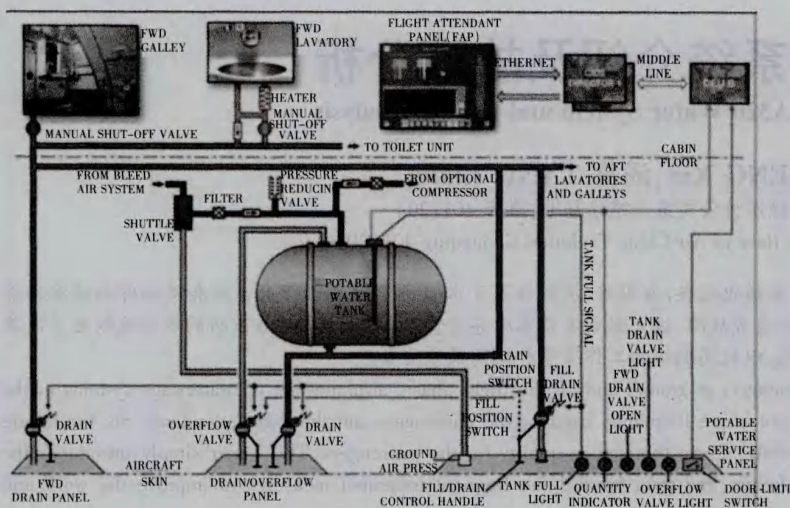

图 1
1.1 饮用水系统 饮用水储存在前货舱后部翼盒前的水箱内, 水箱容积为 200 升。饮用水依靠引气压力通过管道送至厨房和厕所, 在每个厨房和厕所有人工关断活门, 可以关断流向每个厨房和厕所的饮用水。饮用水系统有三个水勤务面板(A319 有两个), 三个面板中分别由电马达驱动的排放活门、溢流活门、加水/排放活门, 在机身后部左侧的勤务面板对饮用水系统进行加水或放水。通过水量传感器将饮用水水量信息传递给 DEU B, CIDS 将水量信息显示到前乘务员面板(FAP)上, 同时在机身后部左侧的饮用水勤务面板上也可以观察水量。(图 1)